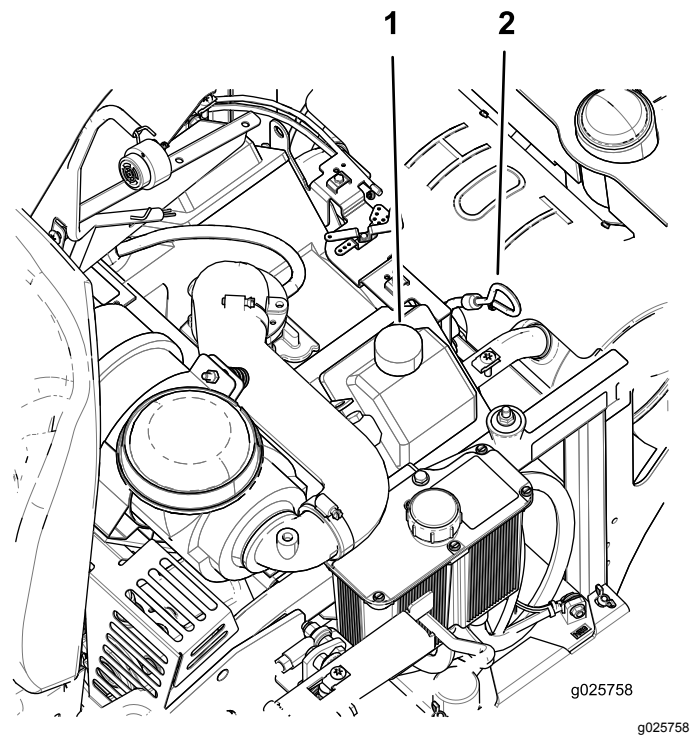

Figure 31
5. Nettoyez la surface autour de la jauge d'huile (Figure 31).
9. Si le niveau d'huile est trop bas, essuyez la surface autour du bouchon de remplissage, retirez le bouchon et faites l'appoint d'huile jusqu'à ce que le niveau atteigne le repère maximum sur la jauge (Figure 31).
4. Versez lentement environ 80 % de l'huile spécifiée dans le tube de remplissage, puis faites l'appoint lentement jusqu'à ce que le niveau atteigne le repère maximum (**Full**) sur la jauge (Figure 31).
5. Démarrez le moteur et conduisez la machine jusqu'à une surface plane et horizontale. Patientez 3 minutes pour permettre à l'huile de se stabiliser dans le carter. Vérifiez à nouveau le niveau d'huile (Figure 31).